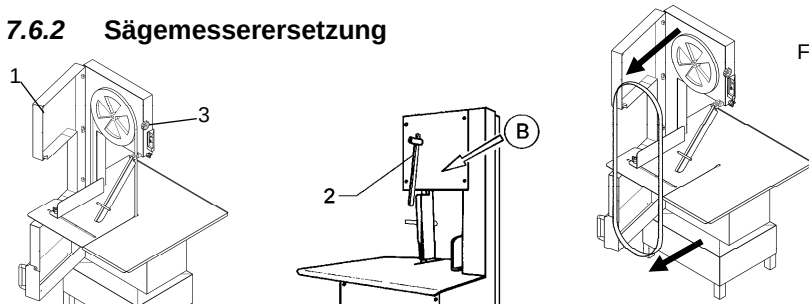

Fig. 7.6.2
- Den Hebel „2“ nach unten drücken, wie auf Abb. 7.6.2 durch Pfeil „B“ aufgezeigt.